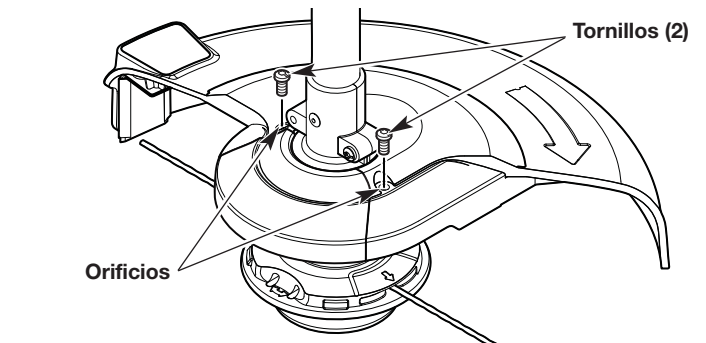

Fig. 3
3. Se deben alinear los orificios de la sección trasera del protector con los orificios de la sección delantera del mismo (Fig. 3).
4. Inserte los 2 tornillos a través de los orificios alineados (Fig. 3). Ajuste los tornillos con la mano.